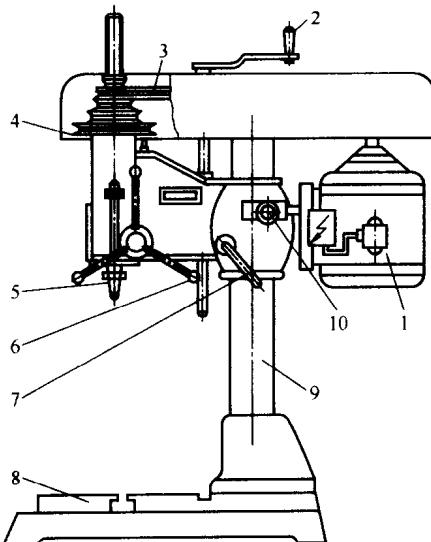

图 1-1 台式钻床结构
(1) 台式钻床
① 台式钻床结构（见图 1-1） 它主要由电动机、V 带传动、主轴、主轴承座、手轮、工作台、立柱和升降手柄等零件组成。